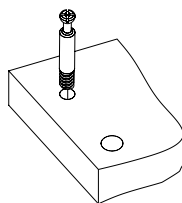

Рис.2
- Вкрутите шпильки минификсов в детали 1, 2, 3, 4 и деталь 2 от ИЗ-630 или ИЗ-631 (Рис.2).